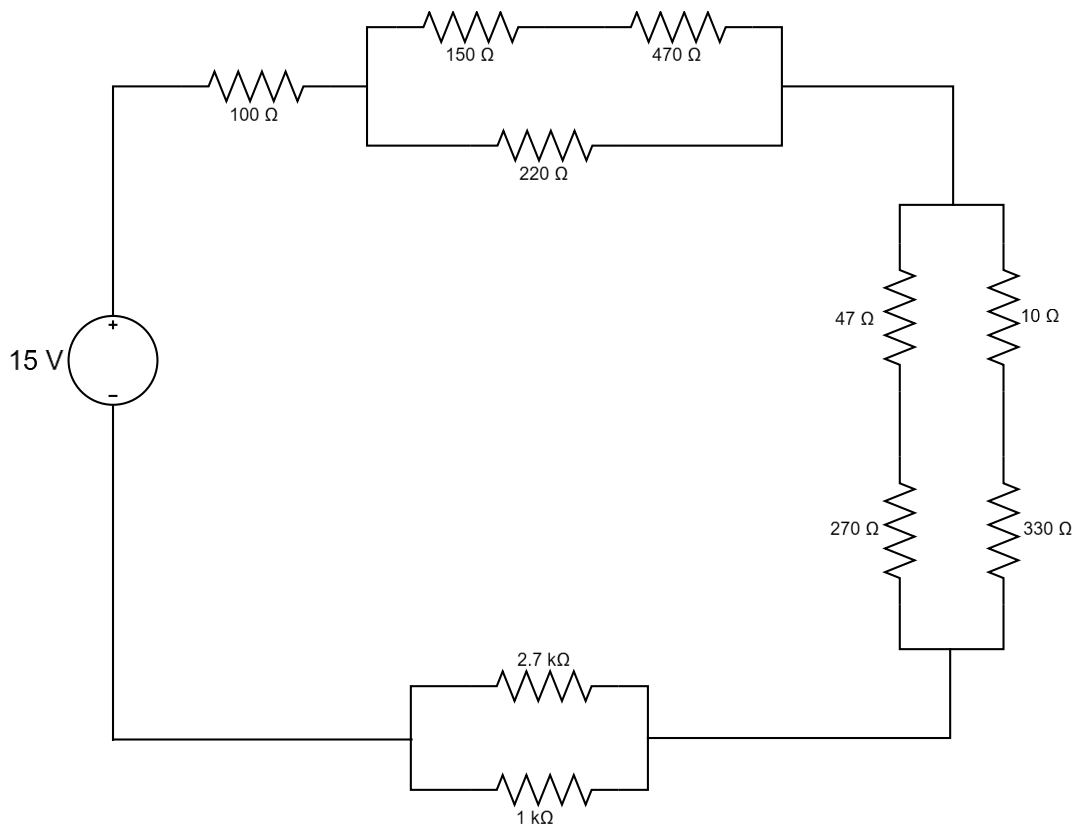

Figura 3.19. Circuito Mixto con fuente de 15 V.
3.1 Implementa el circuito de la *figura 3.19*. Reporta fotos del circuito implementado.